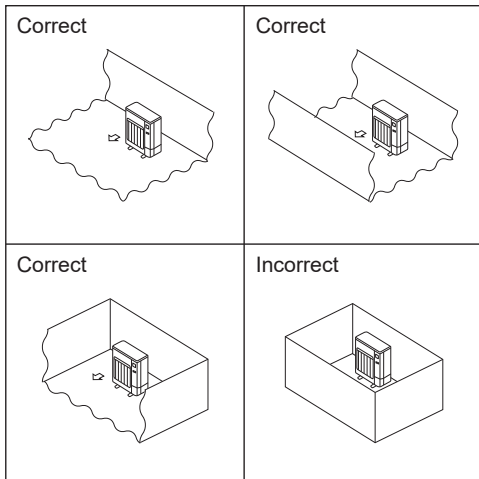

Fig. 2-2
- Ⓐ Installez l'appareil extérieur à un endroit où l'une des quatre faces au moins est libre et dans un espace suffisamment grand, sans dépressions. (Fig. 2-2)